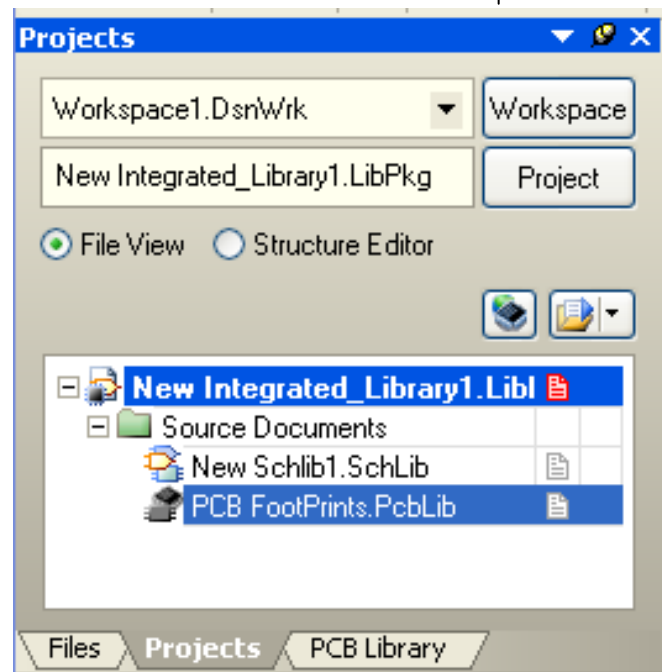

图5-1添加了封装库后的库文件包
- (1) 执行File → New → Library → PCB Library命令，建立一个名为PcbLib1.PcbLib的PCB库文档，同时显示名为PCBComponent__1的空白元件页，并显示PCB Library库面板（如果PCB Library库面板未出现，单击设计窗口右下方的PCB按钮，弹出上拉菜单选择PCB Library即可）。
- (2) 重新命名该PCB库文档为PCB FootPrints.PcbLib（可以执行File → Save As命令），新PCB封装库是库文件包的一部分，如图5-1所示。